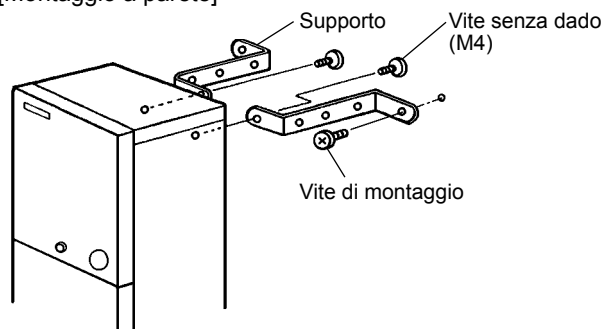

Fig. 2
- * Fissare il distributore di ghiaccio alla parete usando i supporti (accessori) e le viti di montaggio (non fornite). Piegare i supporti secondo le condizioni dell'installazione. Vedere la Fig. 2.